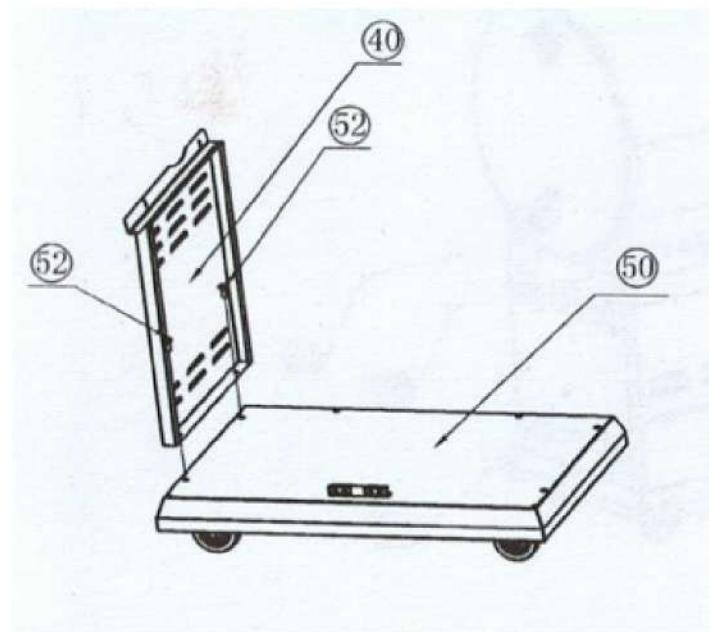

Рисунок 1
А) Закрепите левую панель (40) на основании (50) с помощью винтов $\frac{1}{4}\text{-}20*1$ (M6x20) (52) как указано на рис. 1.